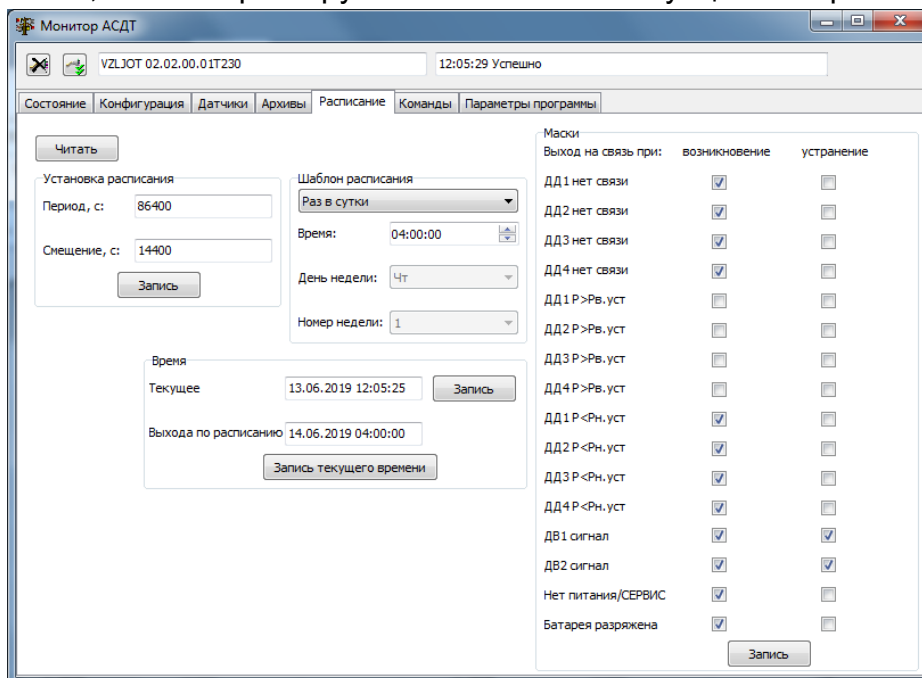

Рис.7. Вид вкладки «Расписание».
3.1.6. На вкладке **Расписание** (рис.7) введите значения установочных параметров для периодичности опроса преобразователей давления, а также фиксируемых нештатных ситуаций в их работе.